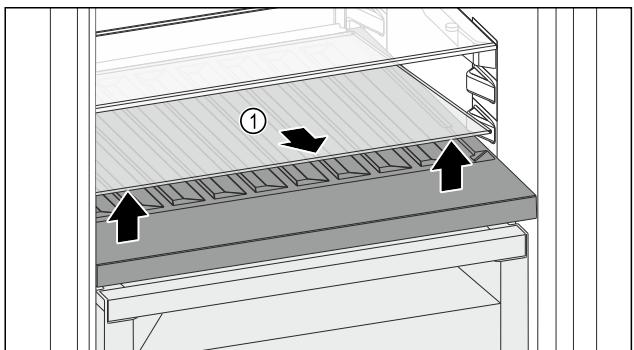

Fig. 113
► Sklenú dosku Fig. 113 (1) na vybranie vpredu nadvihnite a vytiahnite.
► Sklenú dosku Fig. 113 (1) bezpečne uchovávajte mimo zariadenia.